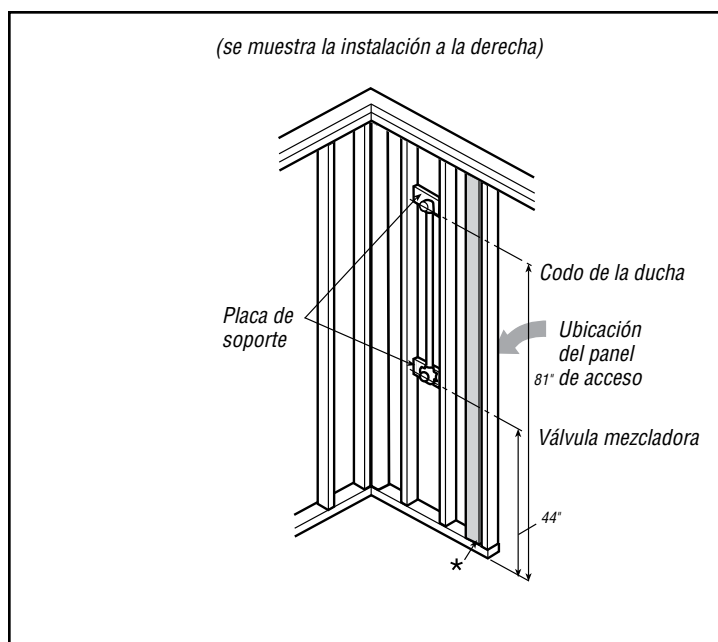

Figura 2 Ubicación sugerida del desagüe
- La cañería deberá instalarse antes que la bañera y/o los paneles de pared. La figura 2 muestra la ubicación sugerida al instalar cañería nueva. Proporcione un panel de acceso en la parte de atrás de la pared con las cañerías. Si la cañería ya existe, verifique que deje suficiente lugar para la bañera y las paredes. Todas las cañerías deben cumplir con las normas locales de construcción.
Haga una plataforma de 2 x 4' (o más alta, dependiendo de los requisitos del desagüe) para elevar toda el área de la base y cubrirla con el sub-piso). Esta plataforma debe estar nivelada y a escuadra con las vigas de las paredes. Al instalar cañerías, eleve la plataforma hasta las dimensiones indicadas en la figura 2.